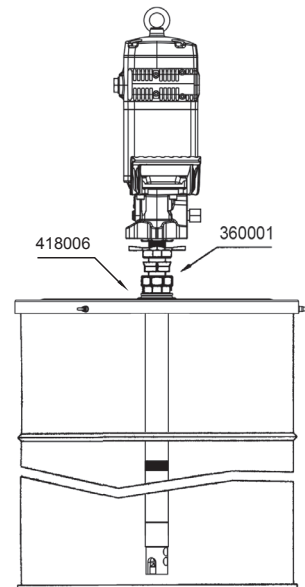

Fig. 3
- **b.** Montagem com tampa (418006 para tambor de 185 kg e 418016 para tambor de 50 kg) e adaptador de batoque 360001. Fixar a tampa no tambor e aparafusar firmemente a porca do adaptador de batoque na abertura do batoque de 2" da tampa. Inserir a bomba através da porca e ajustá-la com a porca estrela à altura desejada (ver Fig. 3).